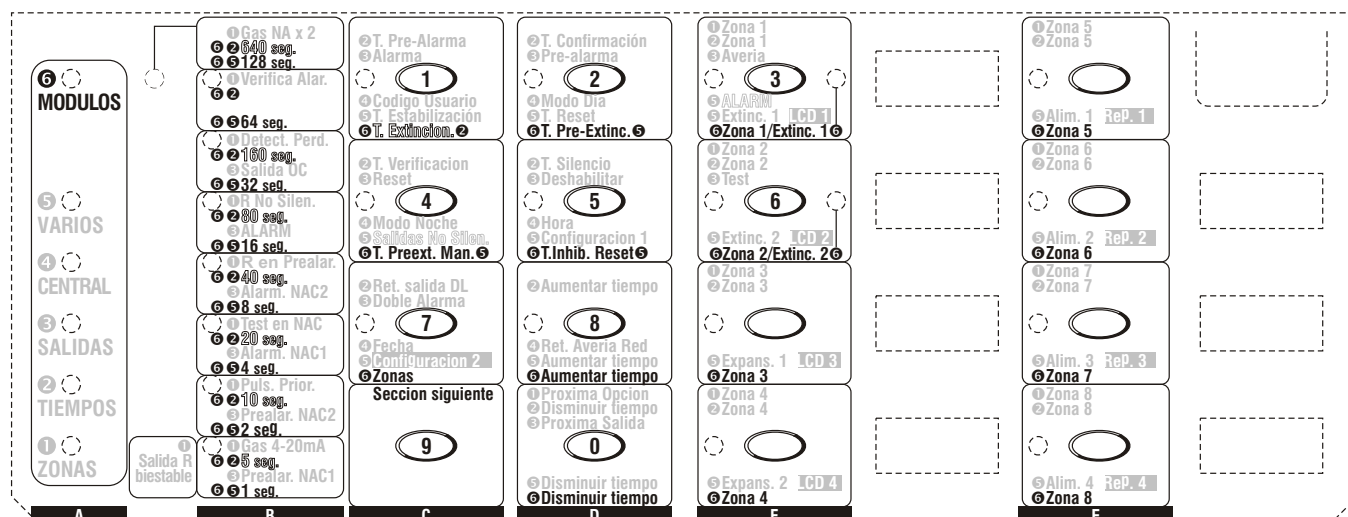

Figura 35 Fase de Programación de “Módulos”
El LED **MODULOS** parpadeará para indicar que el sistema está listo para programar los parámetros de los Módulos de Extinción. Durante esta fase, los botones y los LEDs funcionarán según las opciones precedidas por ⑥ en las ventanas de la Plantilla de Programación, vea la Figura 35.